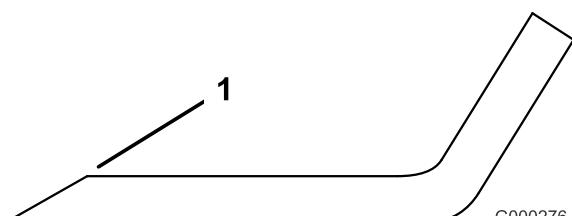

Figure 64
1. Au moyen d'une lime, aiguisez les tranchants aux deux extrémités de la lame (Figure 64) en veillant à conserver l'angle de coupe d'origine. Limez la même quantité de métal sur chacun des deux tranchants pour ne pas déséquilibrer la lame.